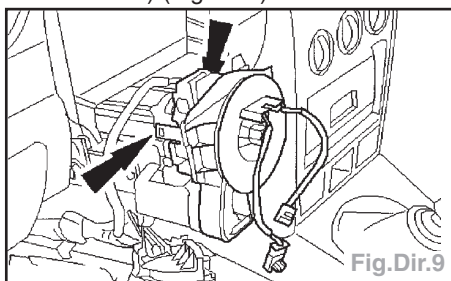

Fig.Dir.9
- Déposer le ressort spiralé (libérer les languettes de verrouillage de la colonne de direction) (Fig.Dir.9).